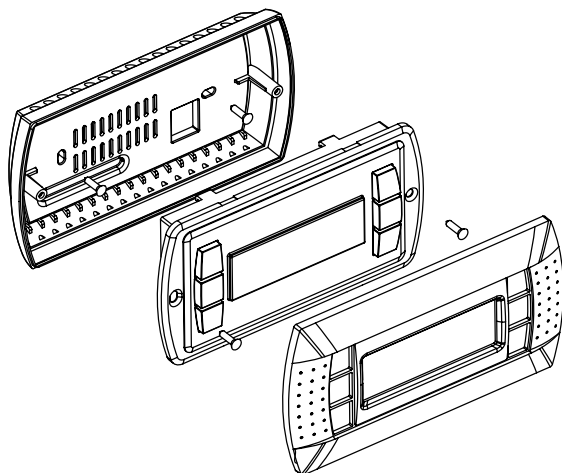

Fig. 2
The wall-mounting of the terminal first requires the back piece of the container A (Fig. 2) to be fitted, using a standard three-module switch box.
- *Rest the front panel on the back piece and fasten the parts together using the flush-head screws supplied in the packaging, as shown in Fig. 2;*
Il montaggio a parete del terminale prevede l'iniziale fissaggio del retrocontenitore A (Fig. 2), per mezzo di una scatola standard a 3 moduli per interruttori.
- Appoggiare il frontale al retrocontenitore e fissare il tutto utilizzando le viti a testa svasata presenti all'interno dell'imballo come illustrato in Fig. 2;